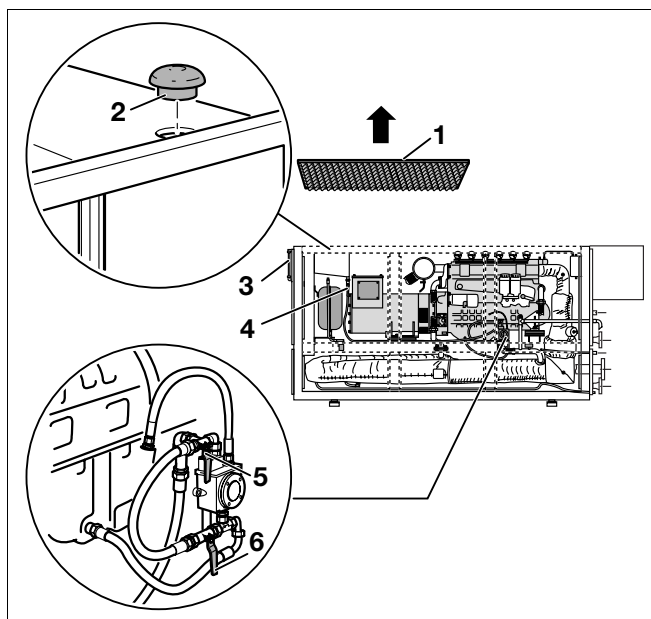
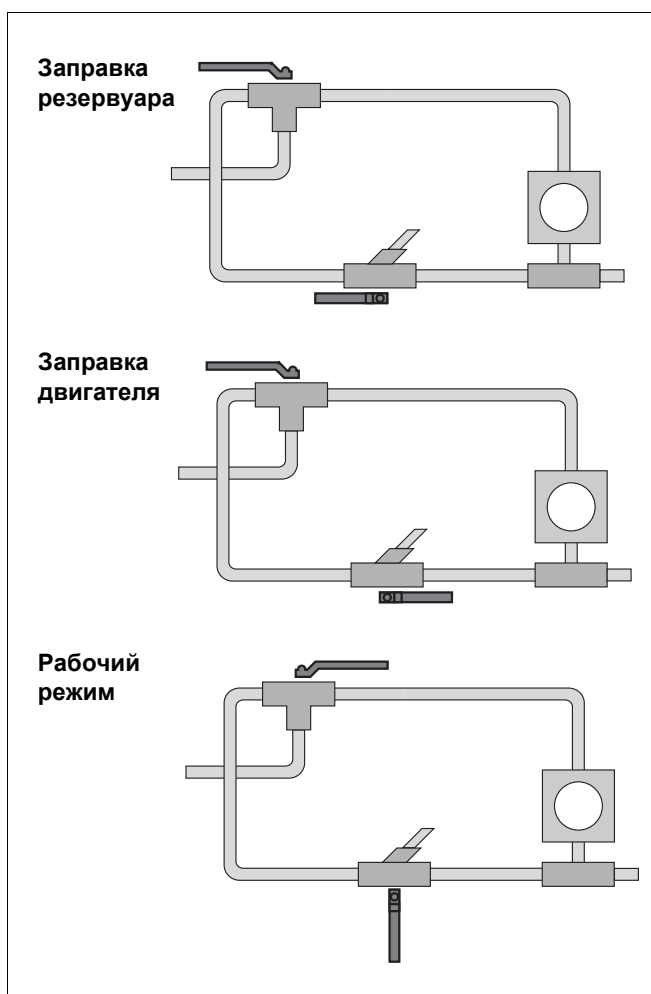

Рис. 18 Дополнительный резервуар для свежего масла и автоматика системы смазки (пример: Loganova E 1306 DN-100)
Рис. 19 Установка запорных кранов на приборах автоматики системы смазки при внешнем заполнении маслом
- Снять верхнюю переднюю шумопоглощающую крышку (рис. 18, **поз. 1**).
- Залить смазочное моторное масло в дополнительный резервуар для свежего масла через штуцер для наполнения (рис. 18, **поз. 2**).
- Проверить уровень масла в дополнительном резервуаре через смотровое стекло, расположенное на передней стороне модуля (рис. 18, **поз. 3**).
- для дополнительного резервуара со свежим маслом: "ОТКР" (рис. 18, **поз. 4**),
- для приборов автоматики системы наполнения: "Рабочий режим" (рис. 18, **поз. 5 и 6**, а также рис. 19).
- Для приборов автоматики системы наполнения: "Заправка двигателя" (рис. 18, **поз. 5 и 6**, а также рис. 19)
(рис. 18 на странице 25, **поз. 4**),
(рис. 18 на странице 25, **поз. 5 и 6**, а также рис. 19).
- Проверить уровень масла в дополнительном резервуаре через смотровое стекло, расположенное на передней стороне модуля (рис. 18 на странице 25, **поз. 3**).